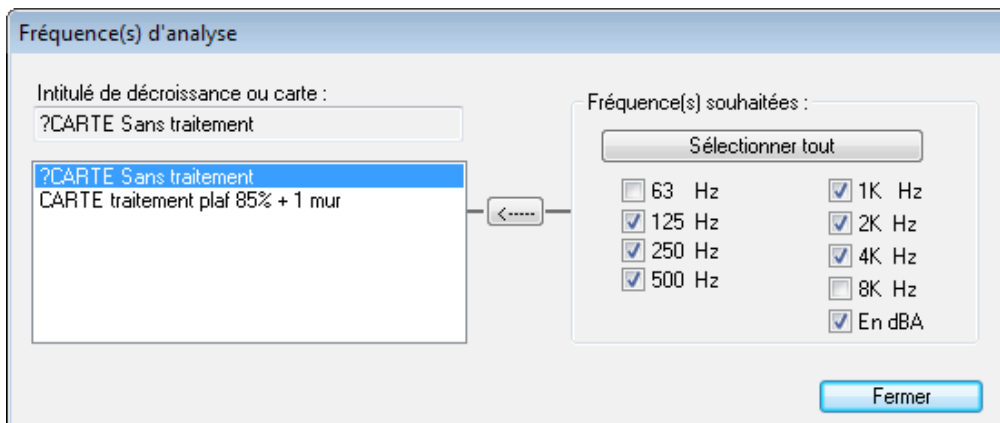

figure 35:
➤ « **Fréquence d'analyse** » ouvre la fenêtre suivante (figure 35) :
- « **Fréquence d'analyse** » ouvre la même fenêtre que pour les cartes de bruit et s'utilise de la même façon (voir figure 35 page 50).